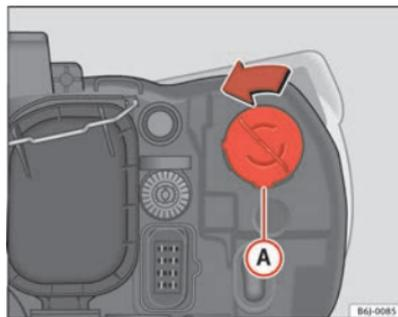

Fig. 135 Luz indicadora de mudança de direcção
- Rode o porta-lâmpadas ⇒ fig. 135 Ⓐ para a esquerda e puxe.